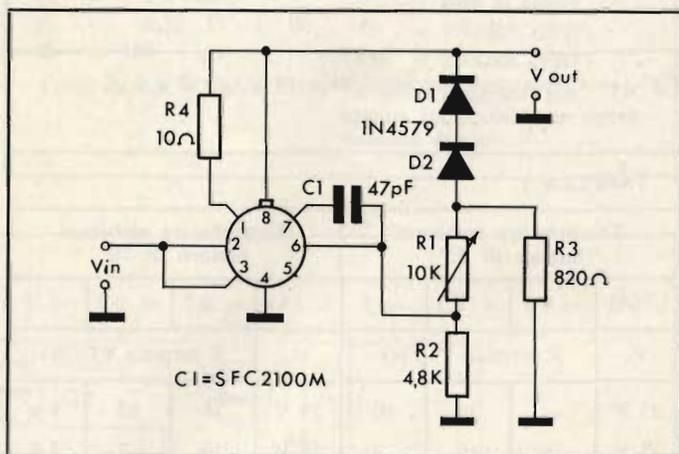

Fig. 1 - Alimentatore autoregolato a 15 V, da 0 a 10 mA.
L'ottimale soluzione al problema preposto è oggi offerta da un dispositivo elettronico, il regolatore continuo di luminosità, le cui caratteristiche dipendono da un particolare componente denominato TRIAC o diodo controllato bidirezionale (3). Riportiamo in fig. 1 un circuito elettronico tipo di tale apparecchio.
Si ottiene questo risultato ritardando rispetto alle sinusoidi della tensione e della corrente, tra loro in fase, l'istante in cui il diodo viene innescato mediante il condensatore C e la resistenza regolabile R (fig.1).
zioni o diverse circuitazioni rispetto ai tipi tradizionali in quanto, come si evidenzia in fig. 1, il numero dei conduttori è identico.